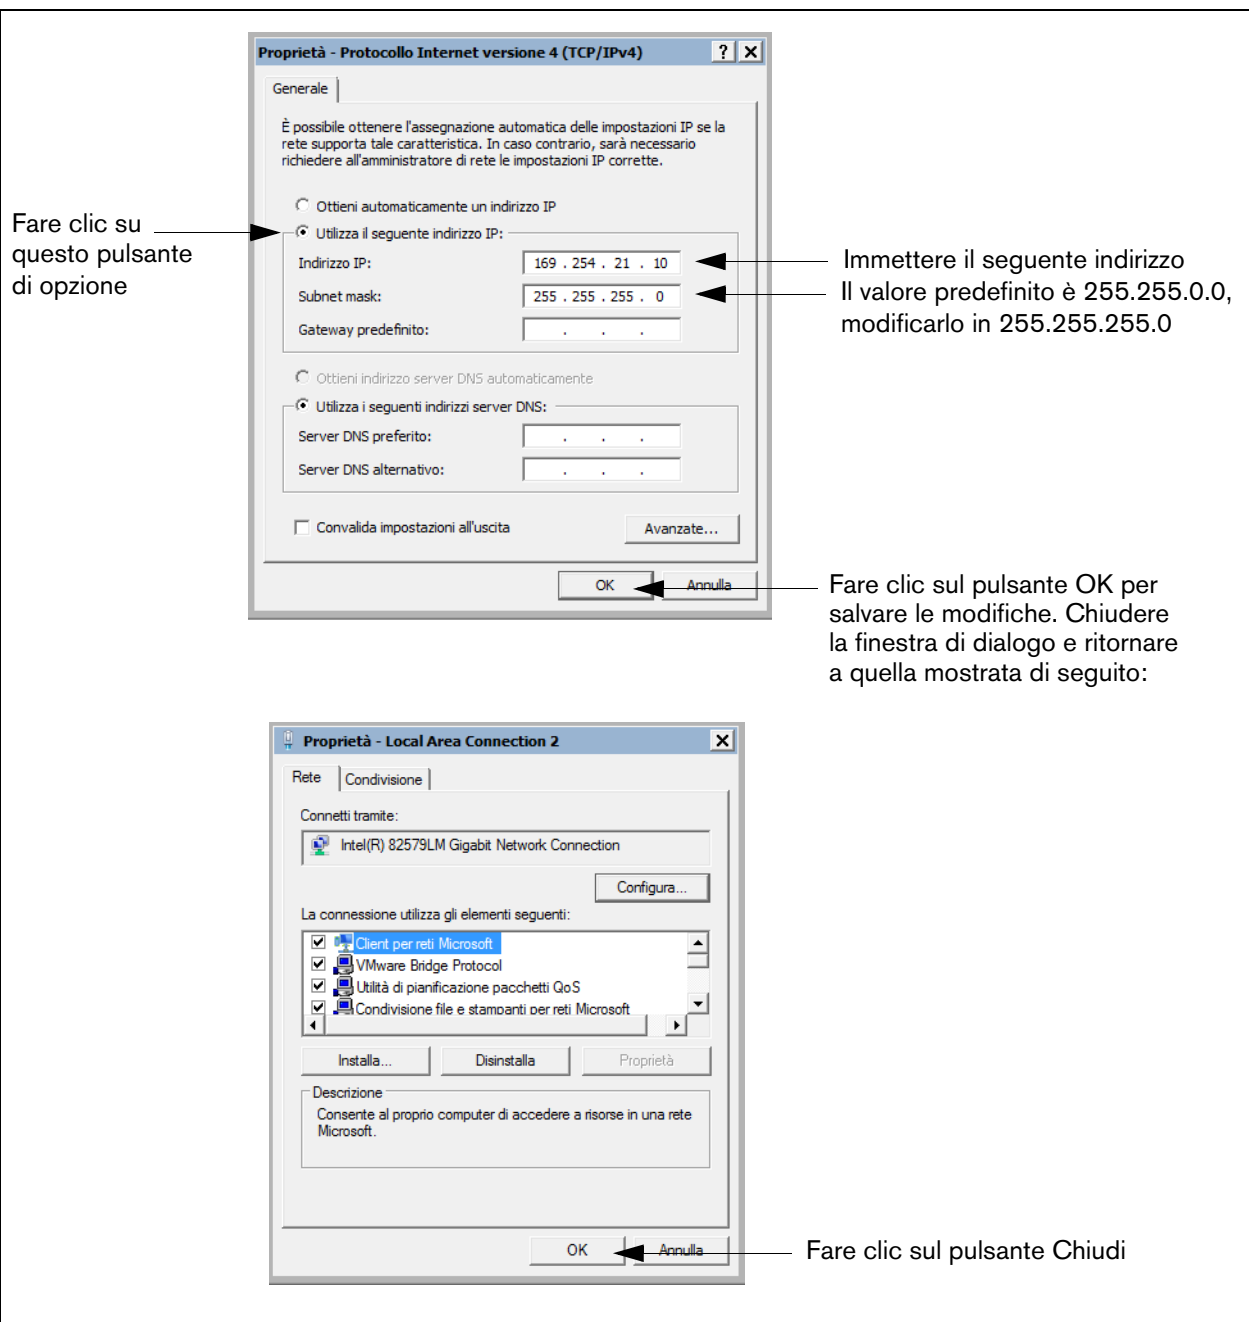

Figura A-3. Selezioni della finestra di dialogo Proprietà di Protocollo IP versione 4 (TCP/IPv4)
- Quando viene visualizzata la finestra di dialogo Proprietà di Protocollo IP versione 4 (TCP/IPv4), effettuare le selezioni indicate nella Figura A-3.